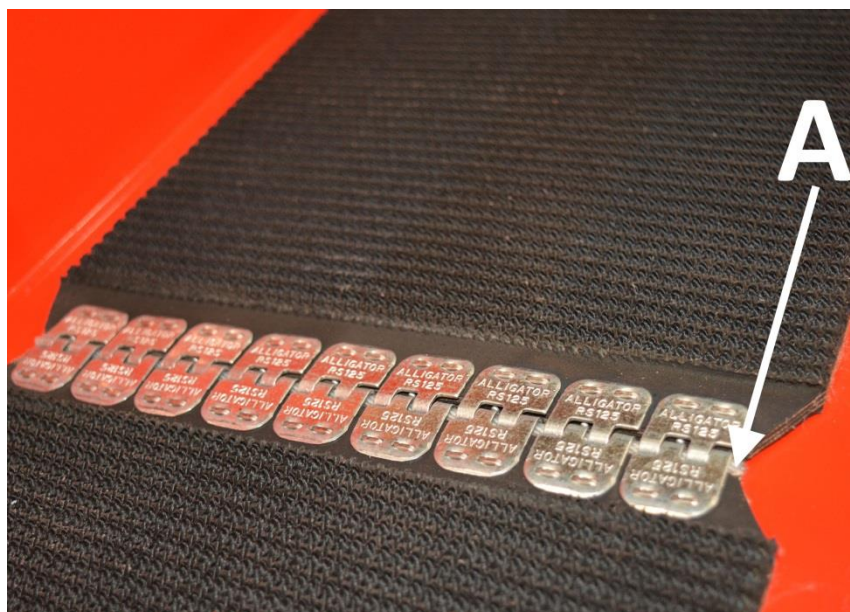

Bild 38.
4. Lossa anslutningen genom att dra ut tappen A (bild 38) för anslutningen, t.ex. med en tång.